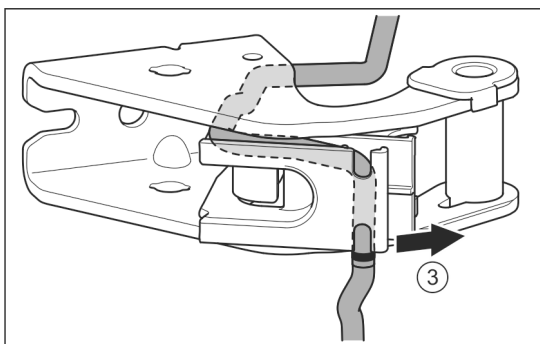

Fig. 25
- ▶ Suelte el cable de la guía. Fig. 25 (3)